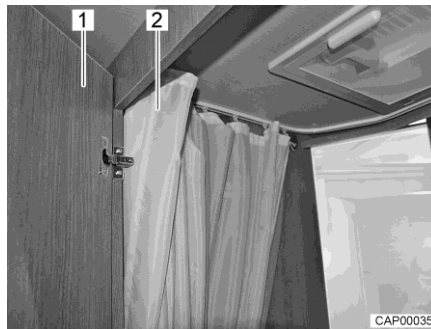

Bild 111 Toilettenraum mit Dusche
- Zum Duschen die Tür (Bild 111,1) schließen und den Duschvorhang (Bild 111,2) komplett zuziehen, so dass alle Wände geschützt sind.